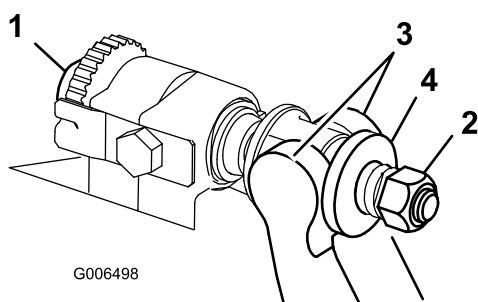

Figura 34
- Ruotate le viti di regolazione della barra di appoggio in senso antiorario per allontanare la controlama dal cilindro (Figura 34).
- Allentate il dado di tensione della molla, finché la rondella non sarà più in tensione contro la barra di appoggio (Figura 34).